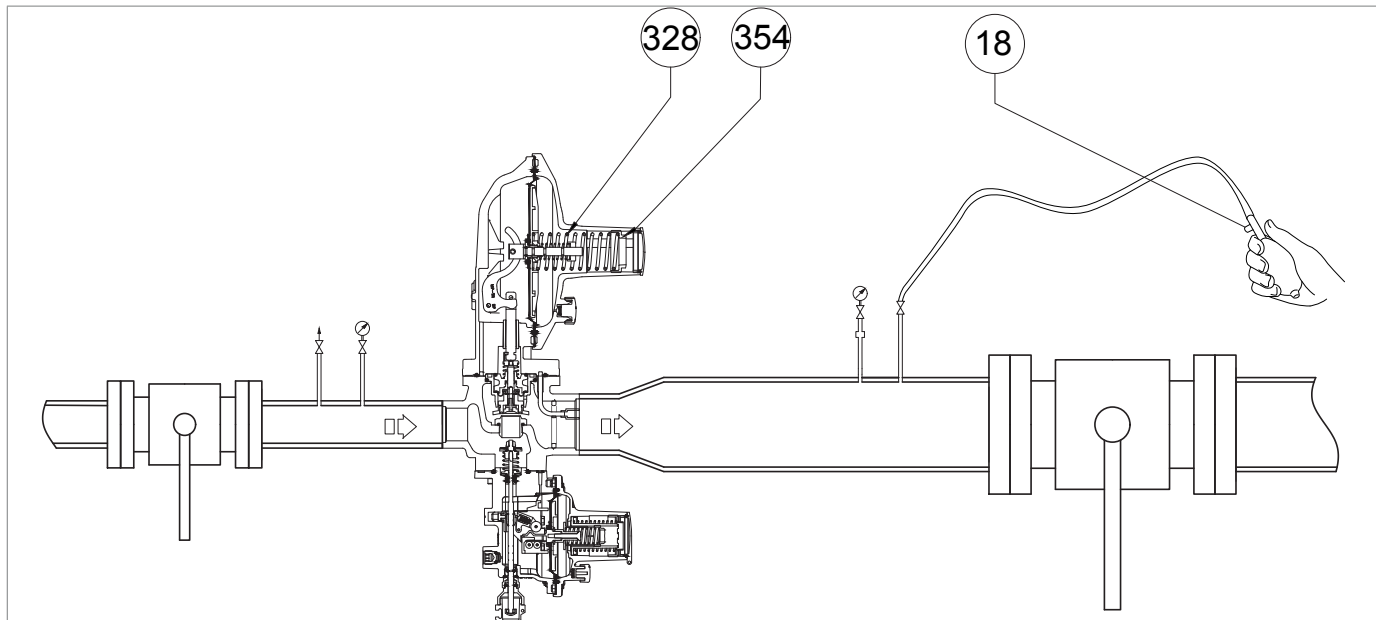
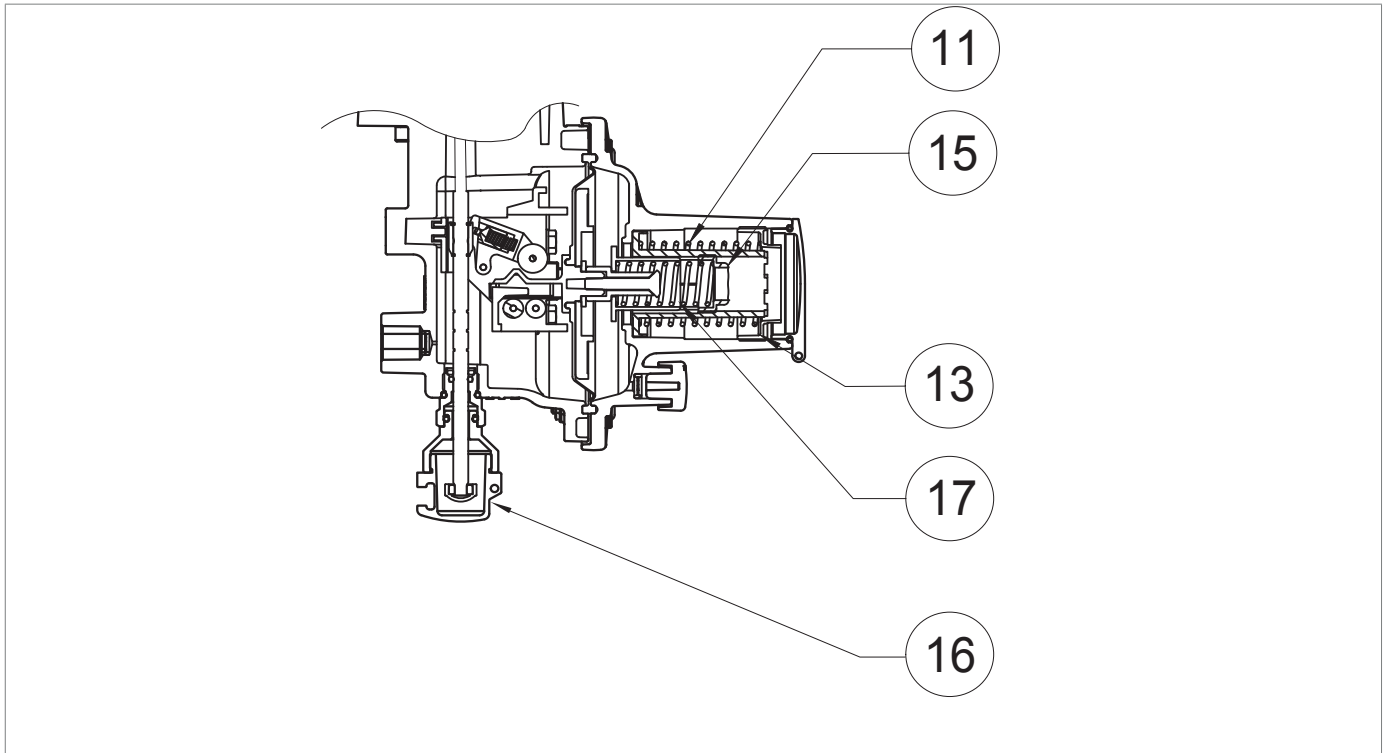
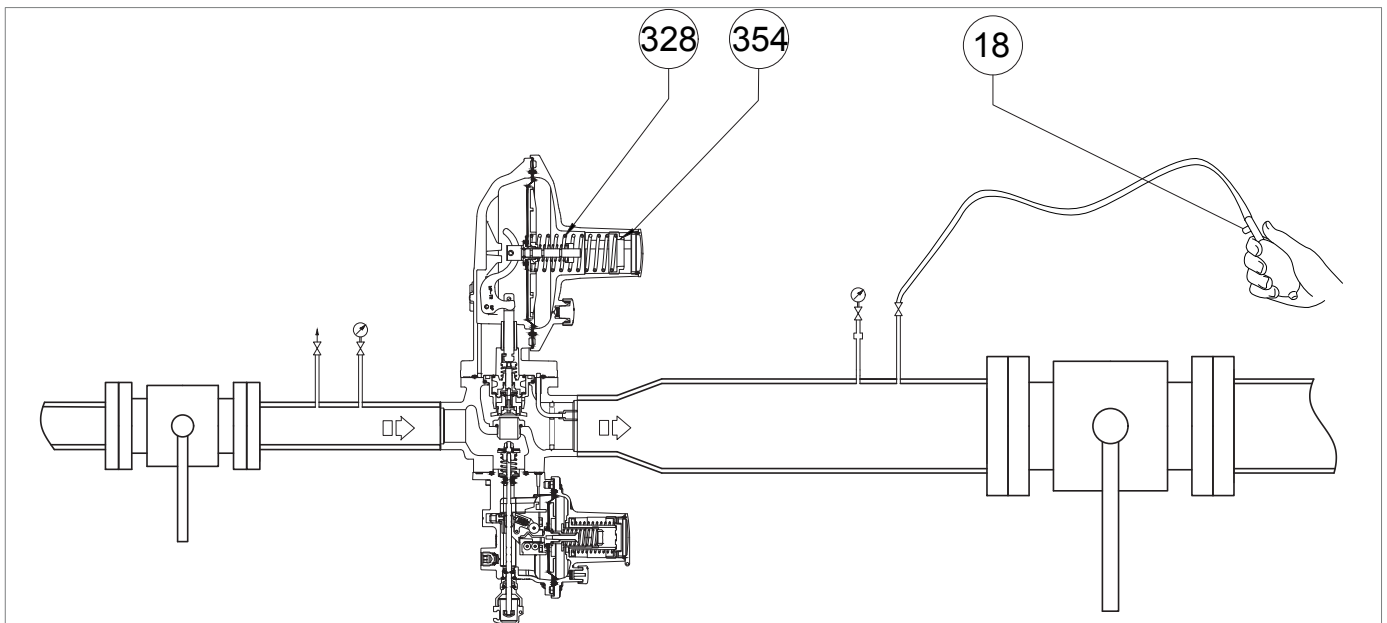

Fig. 8.22. Pressurizzazione con fonte esterna per valvola di blocco incorporata LA
Fig. 8.20. Taratura del pressostato per valvola di blocco LA
Fig. 8.21. Pressurizzazione con fonte esterna per valvola di blocco incorporata LA
<p>Aumentare la pressione di valle fino al valore di intervento della valvola di blocco, collegando una fonte di pressione esterna al rubinetto di scarico (Fig. 8.20, rif. 6) posto sulla tubazione di valle, assicurandosi di aprire un rubinetto di scarico aggiuntivo (Fig. 8.22, rif. 18).</p>
1	<div style="border: 1px solid black; padding: 5px; margin-bottom: 5px;">  AVVISO! </div> <p>Controllare la pressione facendo riferimento al manometro di valle (Fig. 8.20, rif. 5). Se la valvola di blocco:</p> <ul style="list-style-type: none"> • interviene prima del valore di pressione previsto: avvitare (senso orario) la ghiera di regolazione (13) così da comprimere maggiormente la molla (11); • non interviene al valore di pressione previsto: svitare (senso antiorario) la ghiera di regolazione (13), così da scaricare la molla (11).
2	Diminuire la pressione del tratto di valle aprendo il rubinetto di scarico aggiuntivo (Fig. 8.22, rif. 18) per portarla fino al valore di taratura del regolatore principale.
3	Chiudere il rubinetto di scarico aggiuntivo (Fig. 8.22, rif. 18).
6	Scollegare la fonte di pressione esterna dal rubinetto di scarico (Fig. 8.20, rif. 6).
1	Aprire parzialmente il rubinetto di scarico (Fig. 8.20, rif. 6) in atmosfera e tenerlo aperto per le fasi successive.
2	Ruotare in senso antiorario la ghiera di regolazione (Fig. 8.20, rif. 3) del regolatore per diminuire la pressione di valle (Pd) fino alla pressione minima richiesta per l'intervento della valvola di blocco.
3	Se necessario, rimuovere il tappo di chiusura (Fig. 8.22, rif. 354) unitamente alla ghiera di regolazione e rimuovere la molla di regolazione (Fig. 8.22, rif. 328). AVVISO! Controllare il valore della pressione di intervento della valvola di blocco indicato dal manometro di valle (Fig. 8.20, rif. 5).
4	Se la valvola di blocco: <ul style="list-style-type: none"> • interviene prima del valore di pressione previsto: svitare (senso antiorario) la ghiera di regolazione (Fig. 8.21, rif. 15) così da scaricare la molla (Fig. 8.21, rif. 17); • non interviene al valore di pressione previsto: avvitare (senso orario) la ghiera di regolazione (Fig. 8.21, rif. 15), così da comprimere maggiormente la molla (Fig. 8.21, rif. 17).
5	Dopo aver verificato che la valvola di blocco intervenga al valore prefissato, agire come segue: <ol style="list-style-type: none"> 1. Chiudere il rubinetto di sfiato (Fig. 8.20, rif. 6) 2. Posizionare la molla di regolazione (Fig. 8.21, rif. 328), il tappo di chiusura (Fig. 8.22, rif. 354), la ghiera di regolazione (Fig. 8.20, rif. 3) 3. Aprire lentamente la valvola di intercettazione di monte (V1) fino a che il valore della pressione di valle (Pd) raggiunga il valore di taratura del regolatore, facendo riferimento al manometro di valle (Fig. 8.20 rif. 5) 4. Chiudere la valvola di intercettazione di monte (V1) 5. Aprire lentamente e parzialmente il rubinetto di sfiato (Fig. 8.20, rif. 6) per diminuire la pressione di valle facendo riferimento al manometro di valle (Fig. 8.20, rif. 5) fino al raggiungimento del valore di intervento per minima pressione 6. Verificare la corretta taratura della molla di minima ripetendo i passi 2-3-4 almeno tre volte 7. Eseguire taratura del regolatore principale facendo riferimento al paragrafo "8.5 - Procedura di messa in servizio del regolatore"
6	Aprire la valvola di blocco agendo sul pomello di riarmo (Fig. 8.21, rif. 16) e mantenerlo in apertura manualmente.
7	Ruotare in senso orario la ghiera di regolazione (Fig. 8.20, rif. 3) per aumentare la pressione di valle fino al valore di taratura del regolatore.
9	Chiudere il rubinetto di scarico (Fig. 8.20, rif. 6).